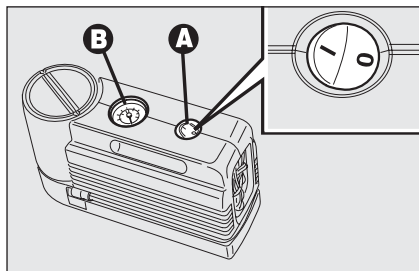
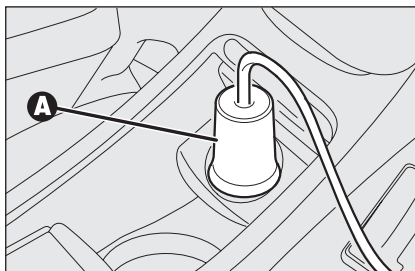

fig. 19
fig. 20
- assicurarsi che l'interruttore **A-fig. 19** del compressore sia in posizione **0** (spento), avviare il motore, inserire la spina **A-fig. 20** nella presa di corrente/accendisigari sul tunnel anteriore e azionare il compressore portando l'interruttore **A-fig. 19** in posizione **I** (acceso);
- gonfiare il pneumatico alla pressione prescritta nel paragrafo "Ruote" nel capitolo "Dati tecnici". Per ottenere una lettura più precisa si consiglia di verificare il valore della pressione sul manometro **B-fig. 19** con il compressore spento;